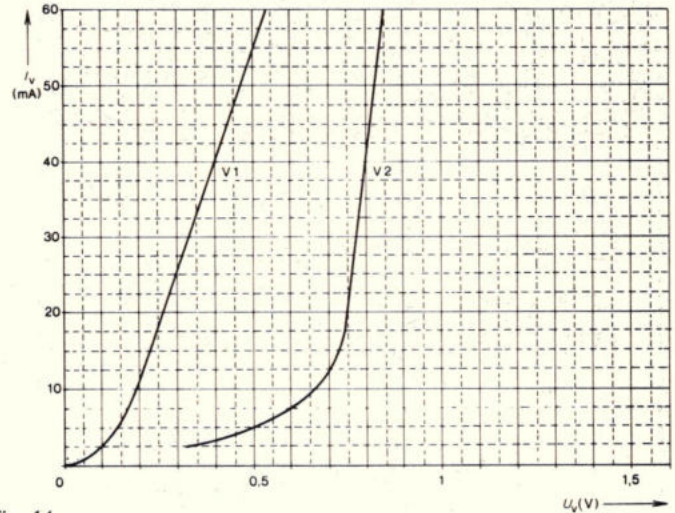

Fig. 14.
- b. Als  $I1 = I2 = 40 \text{ mA}$ , is volgens fig. 14 de spanning op  $V1$  gelijk aan  $0,4 \text{ V}$ , dus de spanning op  $R1$  gelijk aan  $1,6 - 0,4 = 1,2 \text{ V}$ . De weerstand  $R1$  is zodoende  $R1 = 1,2/(40 \cdot 10^{-3}) = 30 \Omega$ .